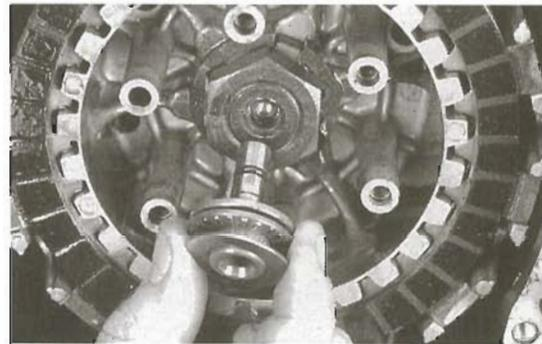

Bild 106
- Kugel leicht gefettet einsetzen. Es folgt Ausrücklager (Bild 106).